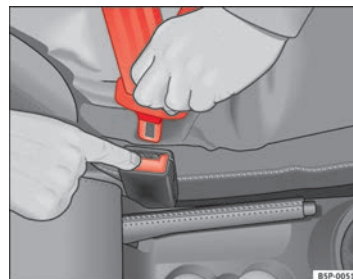

Fig. 16 Retrait du pêne du boîtier de verrouillage ➔
- Appuyez sur la touche rouge intégrée au boîtier de verrouillage ⇒ fig. 16. Le pêne est alors libéré ⇒ ⚠.